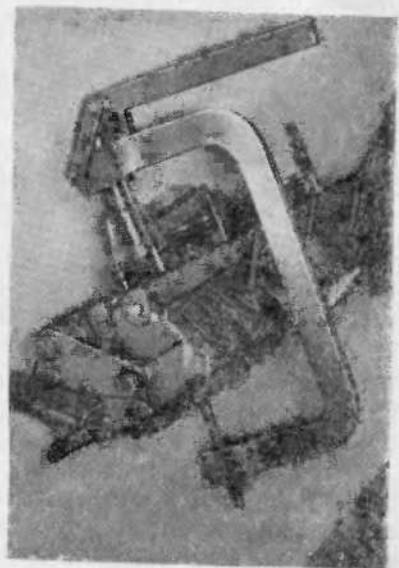

Рис. 67. Сжатие пружины клапана специальным приспособлением
3. Сжать пружину 3 (рис. 66) первого клапана 8 специальным приспособлением (рис. 67), снять сухари 9 (рис. 66), втулку 6, разжать пружину и снять приспособление. Снять тарелку 5, пружину 3, колпачок 4, опорную шайбу 2 и вынуть клапан (колпачок 4 устанавливается только на впускных клапанах).